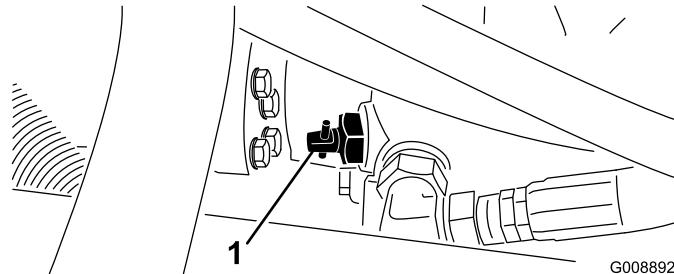

Figura 42
- Localice la válvula de desvío en la bomba (Figura 42) y gírela 90°.